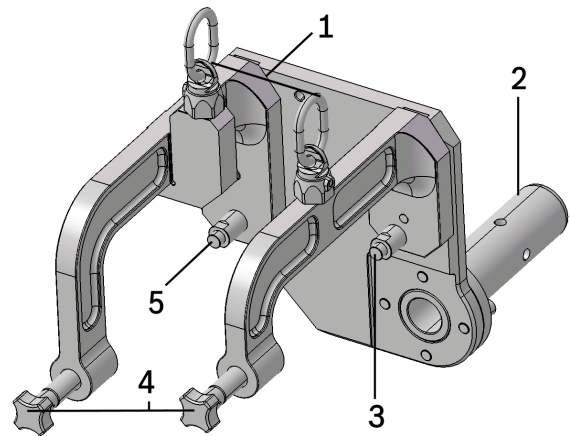

Bild 1: Växellådsfäste T40344
3. Ta bort bulten (3) från växellådsfästet och förvara den på en säker plats (se Bild 1).